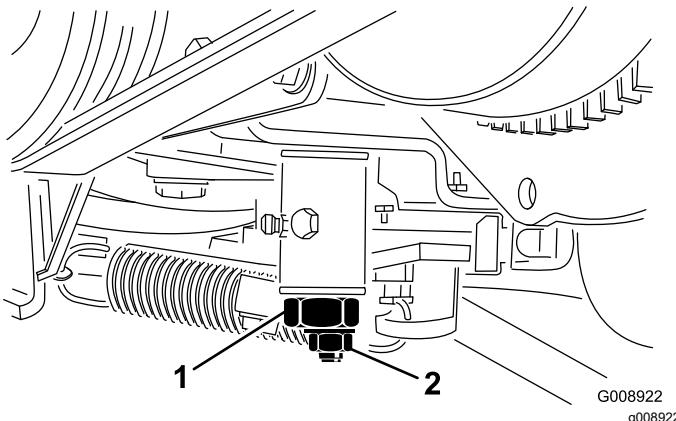

Bild 57
4. Lockern Sie die Sicherungsmutter an der Fahrantriebs-Einstellnocke (Bild 57).